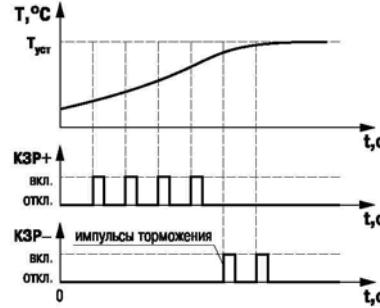

Рис. 4
**Оптимальный выбор коэффициентов настройки регулятора** позволяет максимально быстро и практически без перерегулирования температуры вывести объект на заданную уставку. Характер переходного процесса графически представлен на рис. 4.